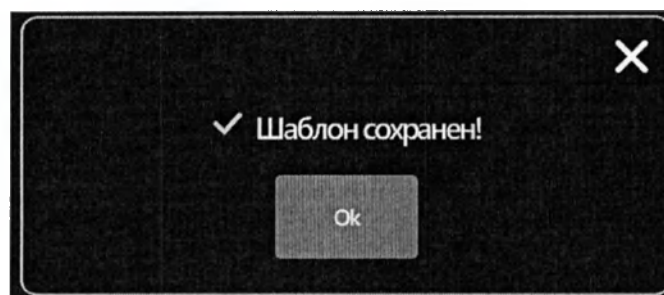

Рис. 5.45 – Успешное сохранение шаблона
5.11.4 Нажмите клавишу «ОК» на клавиатуре экрана и кнопку  для успешного сохранения шаблона (рис. 5.45).